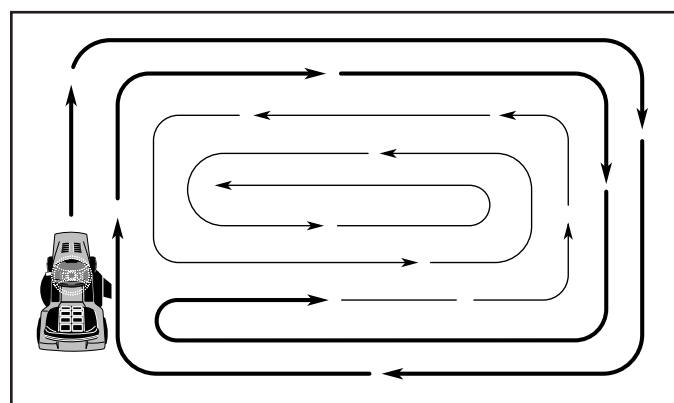

Fig. 17
- Pour tondre une grande surface, on vous conseille de commencer par tourner à droite, de façon à ce que l'herbe ne soit pas déversée sur les arbustes, les clôtures, les allées, etc. Après un ou deux tours, tondez en sens inverse en tournant à gauche jusqu'à ce que le travail soit achevé (Voir la Fig. 17).